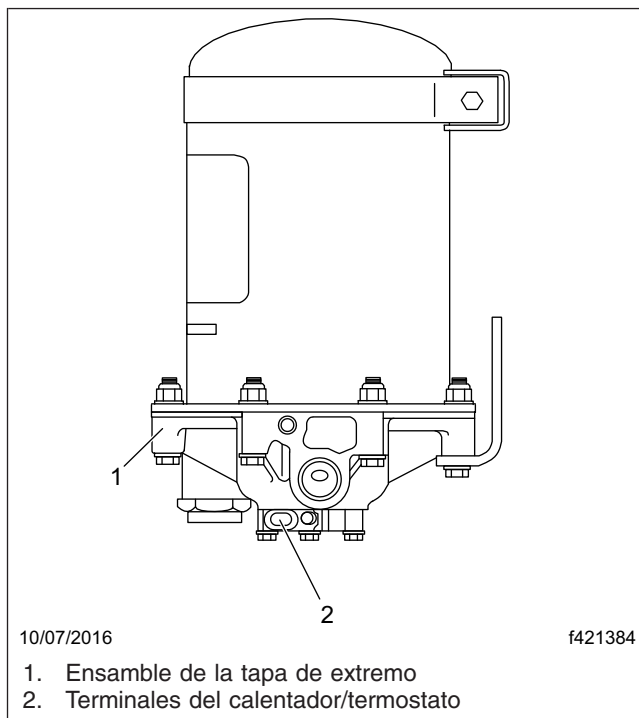

Figura 4, Ubicación de los terminales de la tapa de extremo
8. Mediante un ohmímetro, compruebe la resistencia entre los terminales de la tapa de extremo. Vea la **Figura 4**. La tapa de extremo contiene el calentador/termostato. Si el calentador/termostato está entre 40 y 90 °F (5 y 32 °C), su resistencia medida será infinita. Si la resistencia medida es menor (no infinita), reemplace el calentador/termostato.